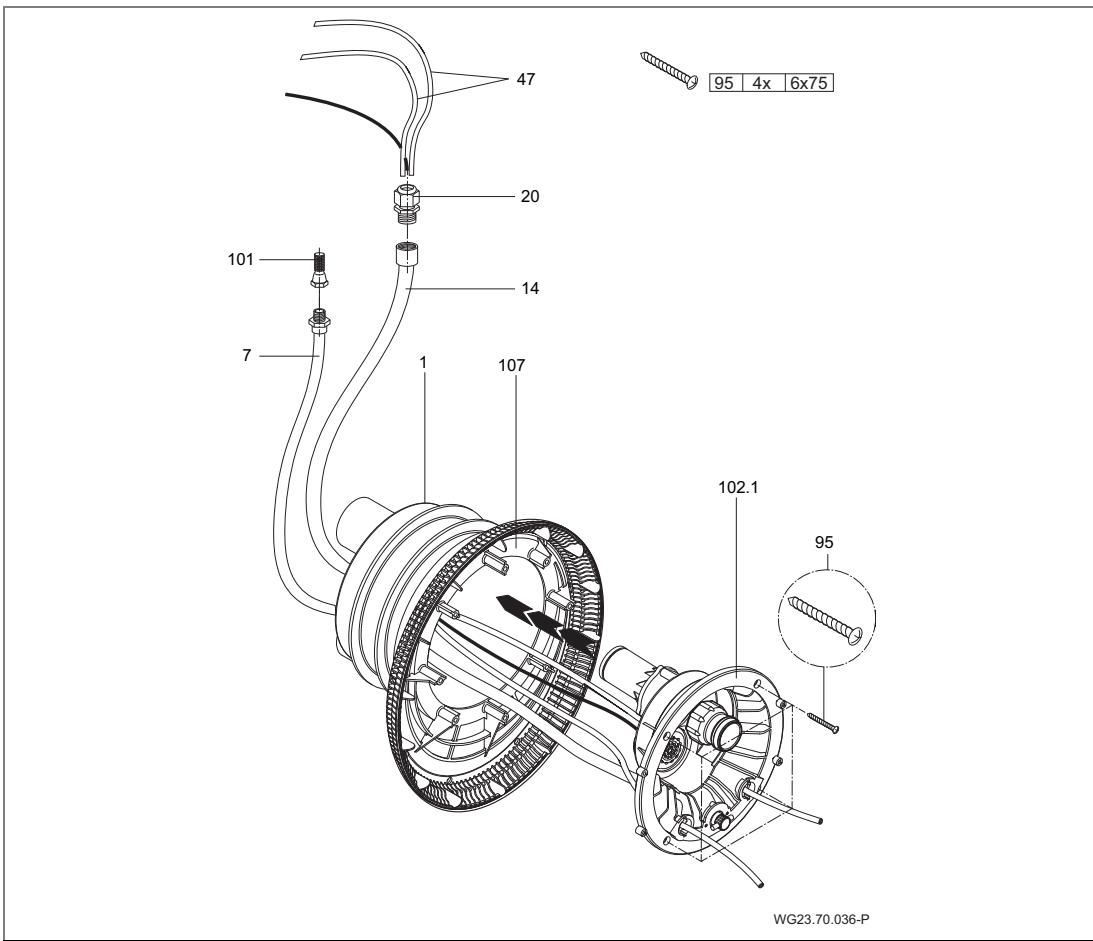

Fig. 17
3. Colocar la carcasa de las boquillas (102.1) contra la carcasa empotrada (1).
5. Montar la tubería de aire con la abrazadera (8) en el regulador de aire (21) instalado de fábrica.
6. Fijar la carcasa de las boquillas (102.1) a la carcasa empotrada (1) con cuatro tornillos de rosca (95). (Fig. 17)